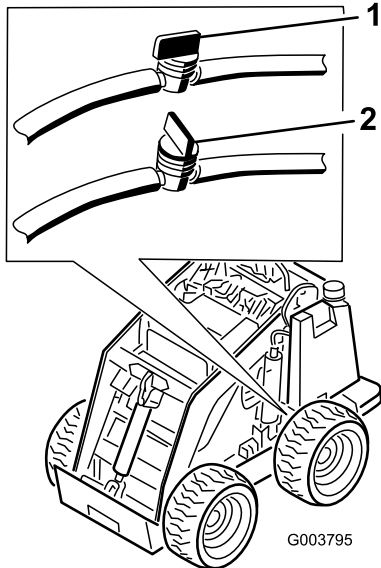

Figura 35
3. Chiudete la valvola del carburante, in fondo al serbatoio carburante (Figura 35).
10. Aprite la valvola del carburante, in fondo al serbatoio carburante (Figura 35).
3. Chiudete la valvola di intercettazione nel flessibile accanto alla base del serbatoio carburante (Figura 35).
10. Aprite la valvola di intercettazione nel flessibile accanto alla base del serbatoio carburante, come illustrato nella Figura 35.